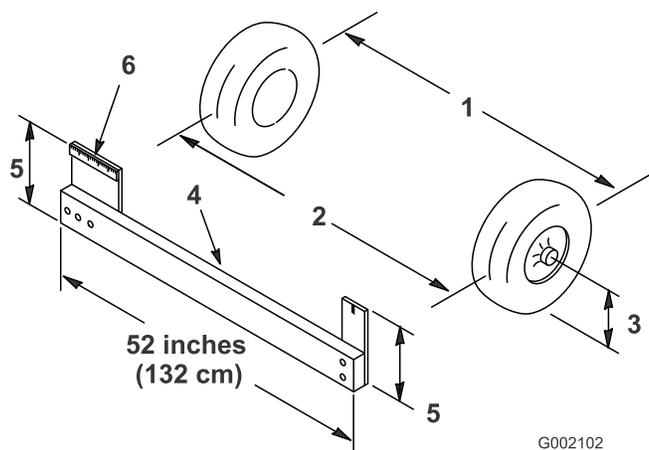

Figura 11
1. Misurate la distanza tra i pneumatici anteriori all'altezza dell'assale, davanti e dietro le ruote anteriori (Figura 11). Per rilevare la misura posteriore dei pneumatici anteriori all'altezza dell'assale occorre un attrezzo o un calibro di allineamento; usate lo stesso attrezzo, o calibro di allineamento, per rilevare con precisione la misura anteriore dei pneumatici anteriori all'altezza dell'assale usate lo stesso attrezzo, o calibro di allineamento, per rilevare con precisione la misura anteriore dei pneumatici anteriori all'altezza dell'assale (Figura 11).